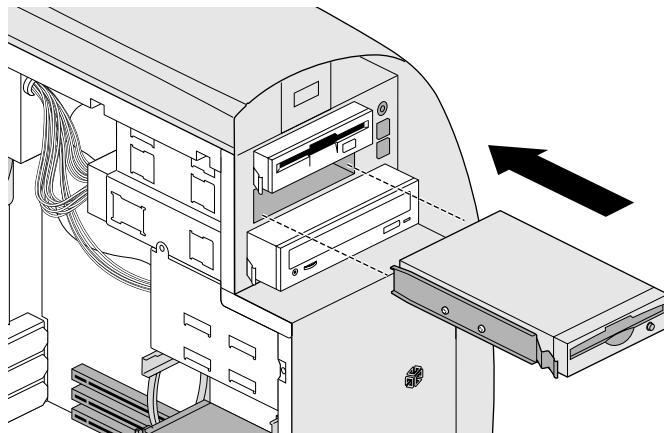

図 4-5 リムーバブルドライブの取り付け
8. ドライブがカチッという音を立てて所定の位置に収まるまで、ドライブベイ内にスライドさせます (図 4-5)。